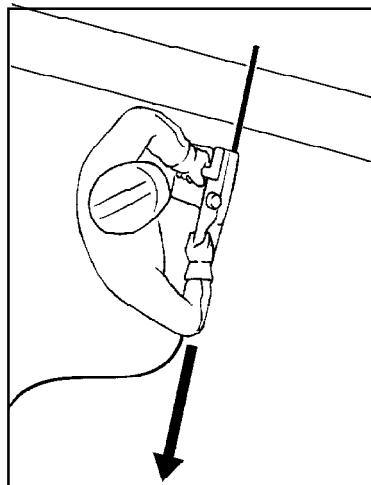

Рисунок 18 - Направление движения электропилы
2.3.5 Вести пилу таким образом, чтобы в плоскости движения пильной цепи не находились части тела работающего, см. рисунок 18.